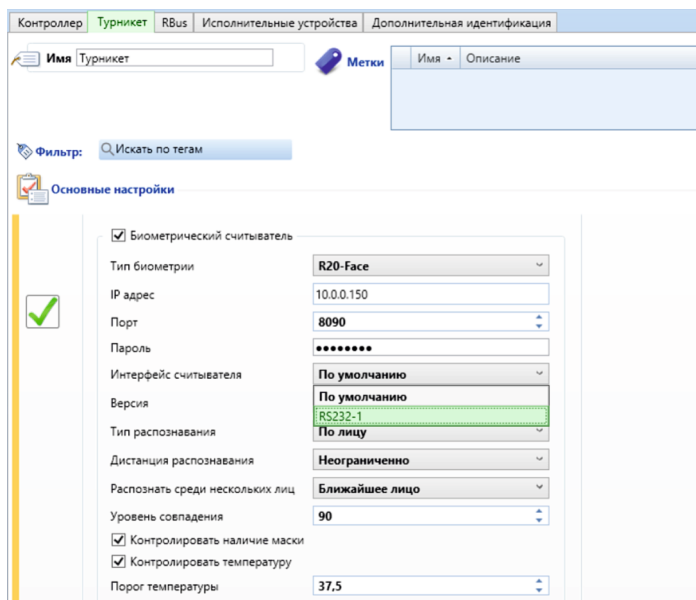

Рис. 14. Настройка терминала, подключенного к конкретному контроллеру
1. Через кнопку «Редактировать» поставьте флажок у пункта «Биометрический считыватель» и укажите IP-адрес терминала, подключенного к этому контроллеру (рис. 14).